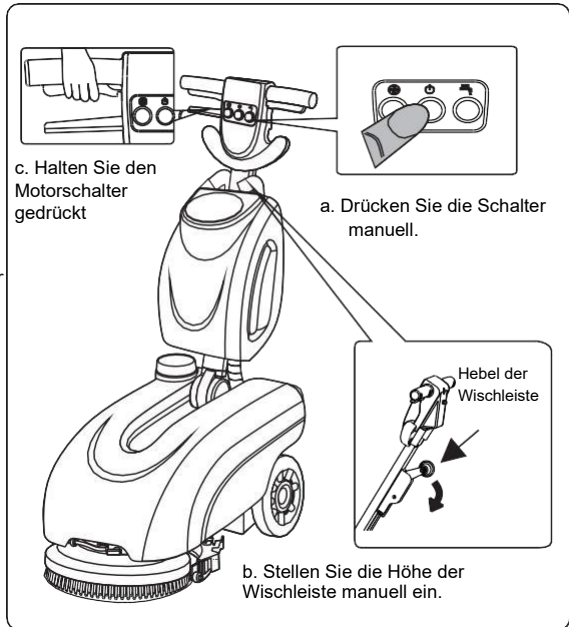

Abb. 8
1. Prüfen Sie, ob die Schalter für die Zufuhr der Reinigungslösung und die Absaugung ausgeschaltet sind. Drücken Sie anschließend den Hauptschalter ON/OFF am Bedienfeld (Abb. 8-a). Die Maschine wechselt in den manuellen Modus.
2. Senken Sie die Wischleiste mit dem Hebel ab, sodass sie über ihre gesamte Länge den Boden berührt (Abb. 8-b).
3. Drücken Sie den Schalter für die Zufuhr der Reinigungslösung am Bedienfeld (Abb. 8-a). Das Magnetventil öffnet sich und die Maschine beginnt, die Reinigungslösung zu dosieren.
4. Drücken und halten Sie die Schalter des Bürstenmotors auf beiden Seiten des Griffs (Abb. 8-c). Die Bürste beginnt sich zu drehen und die Maschine beginnt mit der Bodenreinigung.